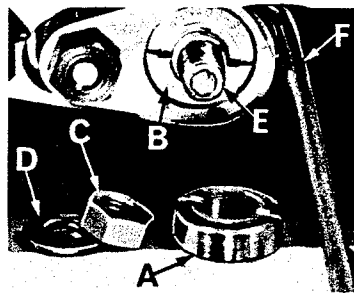

Fig. 14
Die Stichtlänge wird durch das Zusammenwirken der verwendeten Transportexzenter bestimmt. Der außenliegende (linke) Exzenter (A, Fig. 14) betätigt den Haupt- oder hinteren Transporteur, während der innere (rechts liegende) Exzenter (B) den Differential- oder vorderen
Length of stitch is determined by the combination of feed eccentrics used. Outer (left) eccentric (A, Fig. 14) actuates main (rear) feed dog; while the inner (right) eccentric (B) actuates the differential (front) feed dog.